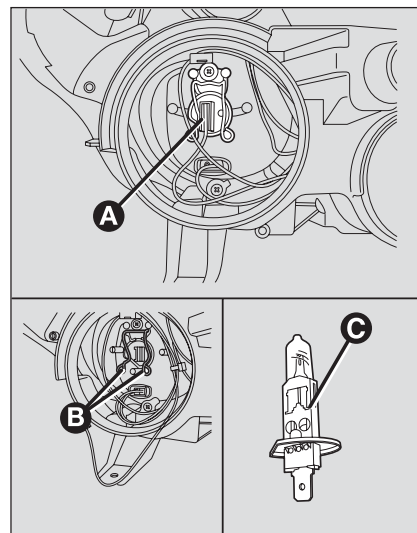

fig. 20
LUCI ABBAGLIANTI fig. 20
- ☐ scollegare il connettore elettrico A-fig. 20;